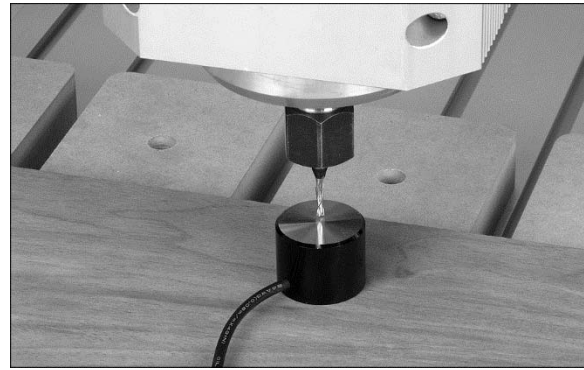

Figure 10-4
4. Régler l'origine de l'axe Z en utilisant la rondelle de réglage fournie (figure 10-4) comme suit :